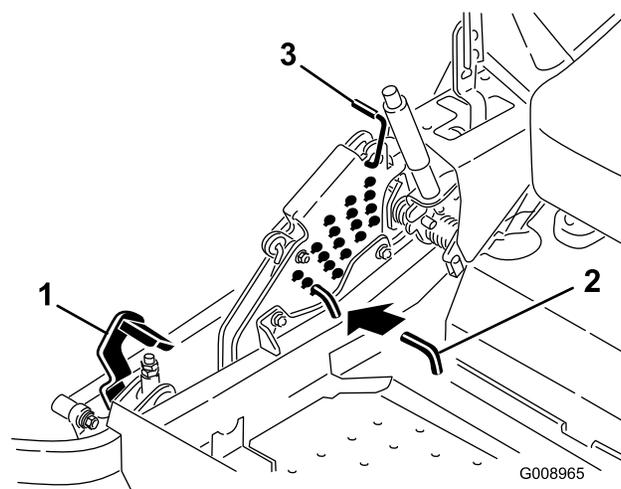

Figure 91
5. Enfoncez la pédale de relevage du tablier de coupe au maximum pour verrouiller le tablier à la position de transport de 14 cm (5,5") (Figure 91).